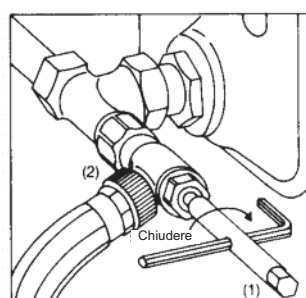

Fig. 7
- 4.2 A riempimento avvenuto, montare nuovamente la chiave a brugola da 10 (1) sull'attrezzo per scarico e riempimento (2) e chiudere il vitone girando in senso orario (Fig. 7)